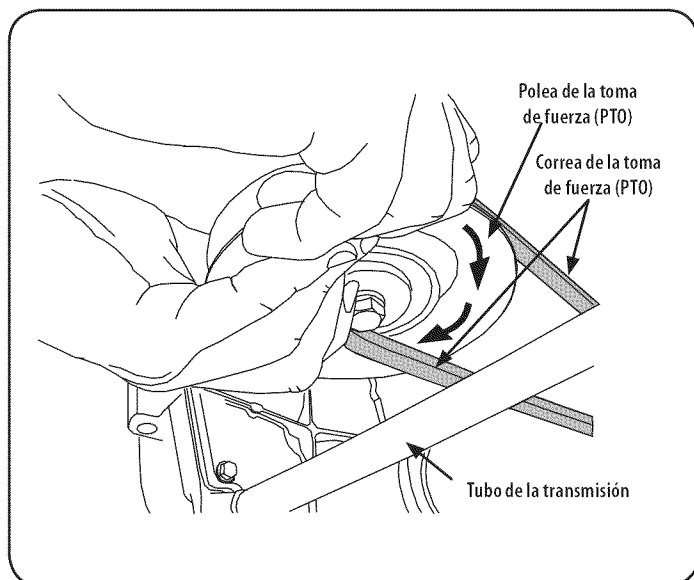

Figura 33
- b. Desde la parte media del tractor, haga girar el soporte de polea loca y la polea móvil hacia atrás, la polea de distancia de la parte trasera de la cinta "V" lo suficiente como para levantar la cinta hacia arriba y sobre la polea loca. Ver Figura 33.
- d. Mientras sostiene la correa hacia abajo, siga girando la polea del PTO hasta que la correa se deslice fuera de la polea. Consulte la Figura 33.
11. Tire del lado derecho de la correa hacia atrás y colocar el lado estrecho V de la correa en la polea del PTO. Ver Figura 33.
12. Mientras sostiene la correa y la polea juntas, rote la polea hacia la izquierda (Ver Figura 33). Continúe oprimiendo y girando la polea y la correa hasta que la correa esté totalmente enrollada en la polea del PTO.